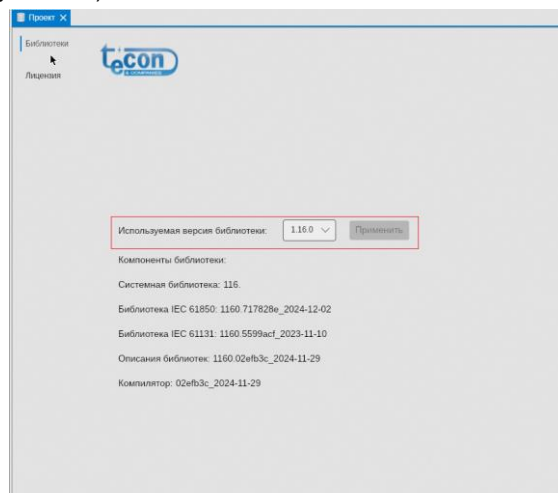

Рисунок 4.8 – Вкладка «Библиотеки»
- убедиться, что в строке «Используемая версия библиотеки» отображается информация об установленной версии (см. рисунок 4.8).